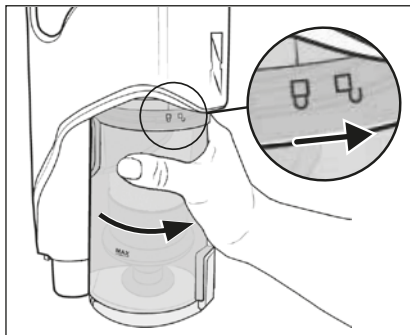

Fig. 23
- 8) Sæt støvbeholderen **7** ind i produktet igen, og drej den i retning af symbolet **8** (luk), indtil den sidder fast i produktet (se fig. 23).